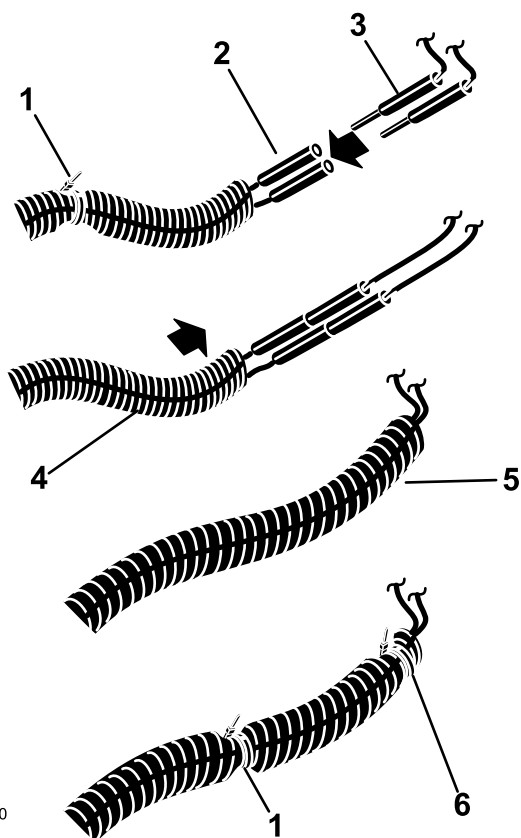

Figura 10
- Conecte el faro al arnés de accesorios (Figura 10).